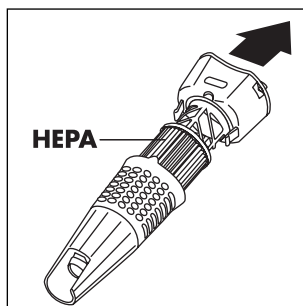

Fig. 21
- Tirez la partie supérieure jusqu'à séparer les éléments du filtre "ECO HEART" (fig.21) et extrayez le filtre HEPA* lavable.